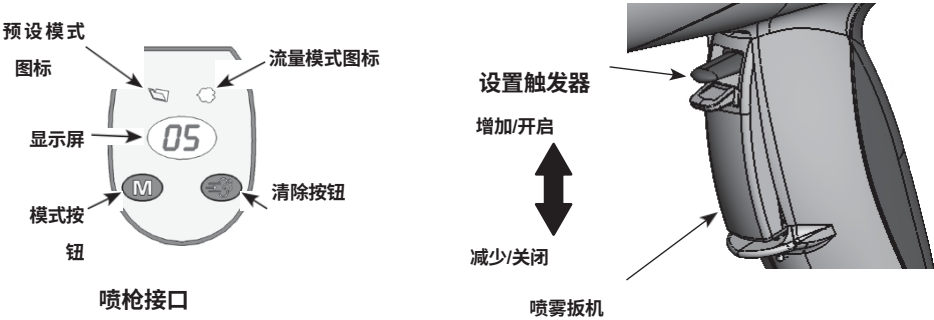

图 4 喷枪 控制装置
- 1. 见图 4。松开喷雾扳机。喷枪扳机打开时不能更改预设值。
1. 见图 4。按住 **"模式"** 按钮不放，直到 **"流量模式"** 图标亮起。
1. 见图 4。将喷枪对准喷房，松开喷枪扳机。